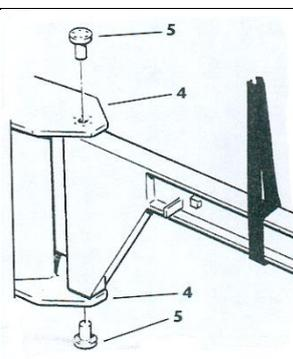

fig. 47
3. Inserire il canotto tra le piastre **4** fino a far coincidere l'asse di rotazione, del canotto stesso, con quello delle piastre ed inserire i perni di rotazione **5**, dopo averli lubrificati con grasso (fig. 47).